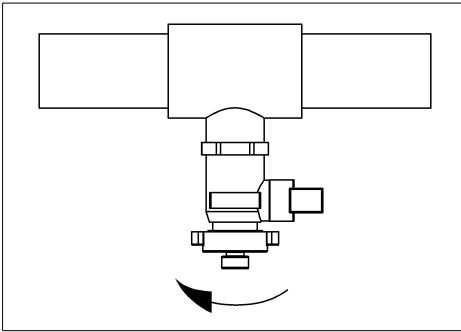

Fig. 1 : Démontez les raccords
- Démonter la pièce de raccordement pour flexible ou le bouchon de fermeture du robinet de remplissage et de vidange (cf. fig. 1).